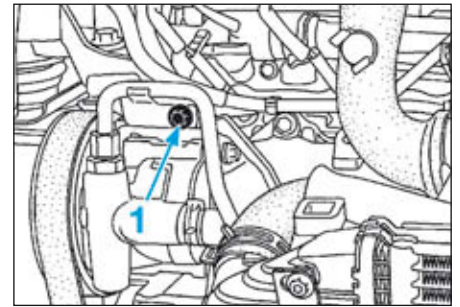

FIG.18
- Déposer la vis (1) de la fixation de la canalisation haute pression de la pompe de direction assistée (Fig.18).